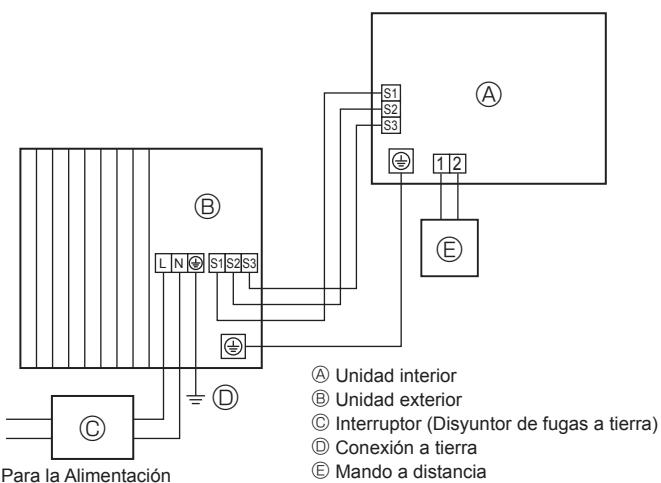
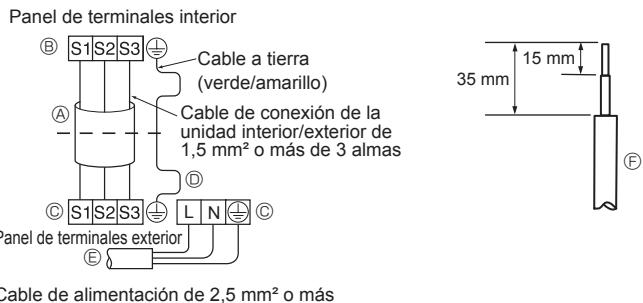
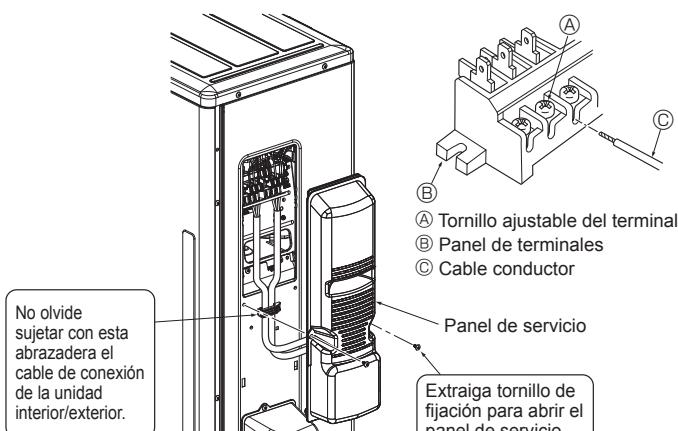

Fig. 6-1
Fig. 6-2
Fig. 6-3
6.1. Unidad exterior (Fig. 6-1, Fig. 6-2, Fig. 6-3)
- ① Retire el panel de servicio.
- ② Conecte los cables de acuerdo con la Fig. 6-1, Fig. 6-2 y la Fig. 6-3.
- Realice el tendido eléctrico como muestra el diagrama inferior izquierdo (los cables no vienen incluidos). (Fig. 6-2)